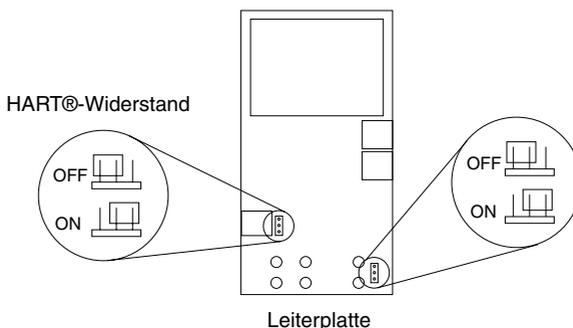

Abbildung 10a.
4. Abbildung 10a. zeigt die Lage der Brücken für den HART™-Widerstand.
4. Abbildung 10a. (siehe Seite 27) zeigt die Lage der Brücken für den HART™-Widerstand.